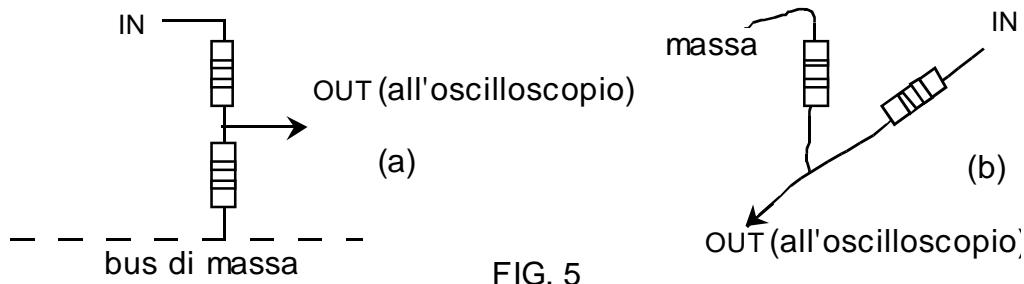

FIG. 5
- 3) Usate la linea di massa (GND) sotto il circuito per le connessioni a massa (come in Fig.5), la linea di alimentazione positiva sopra il circuito per le connessioni a +Vcc e la linea di alimentazione negativa sotto la linea di GND per le connessioni a -Vss, quando necessarie.